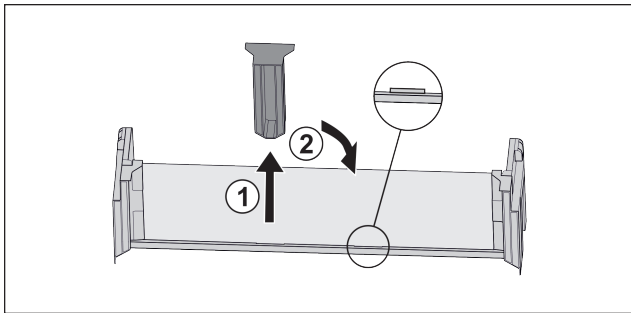

Fig. 18 \*
- ▶ Снимите среднюю поддерживающую деталь Fig. 18 (1).\*
- ▶ Вставьте среднюю поддерживающую деталь во вторую позицию Fig. 18 (2).\*